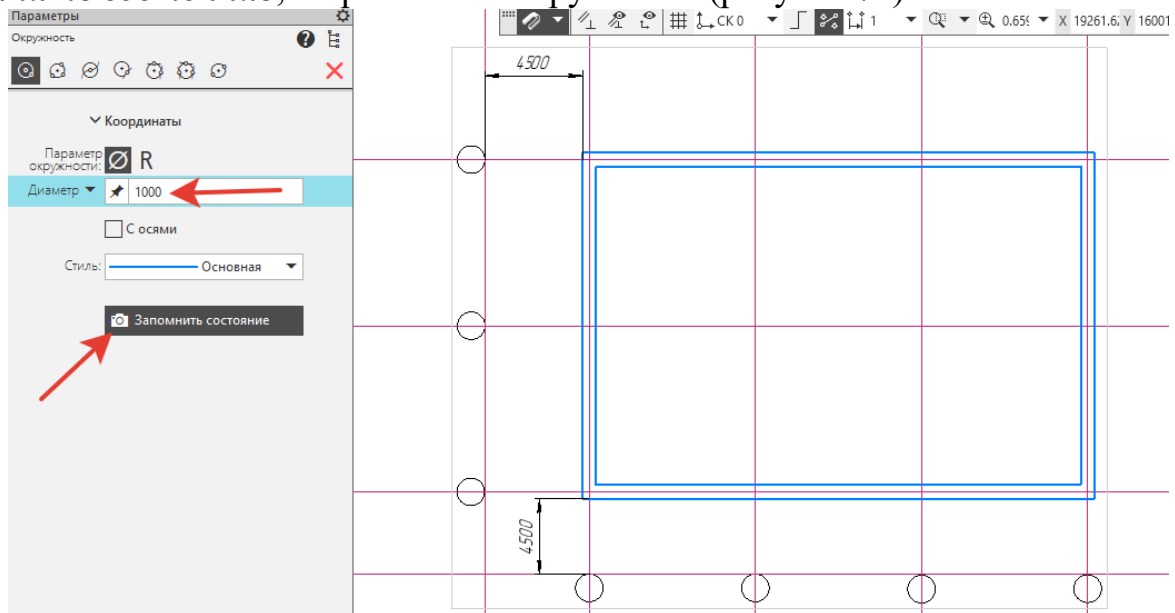

Рисунок 72.
11. Выполняем окружности на координатной сетке. С помощью **Вспомогательная прямая - Параллельная прямая - Расстояние - 4500**, от стен делаем разметку. Панель **Геометрия - Окружность - Диаметр - 1000**, нажать **Запомнить состояние**, закрепить все окружности (рисунок 72).